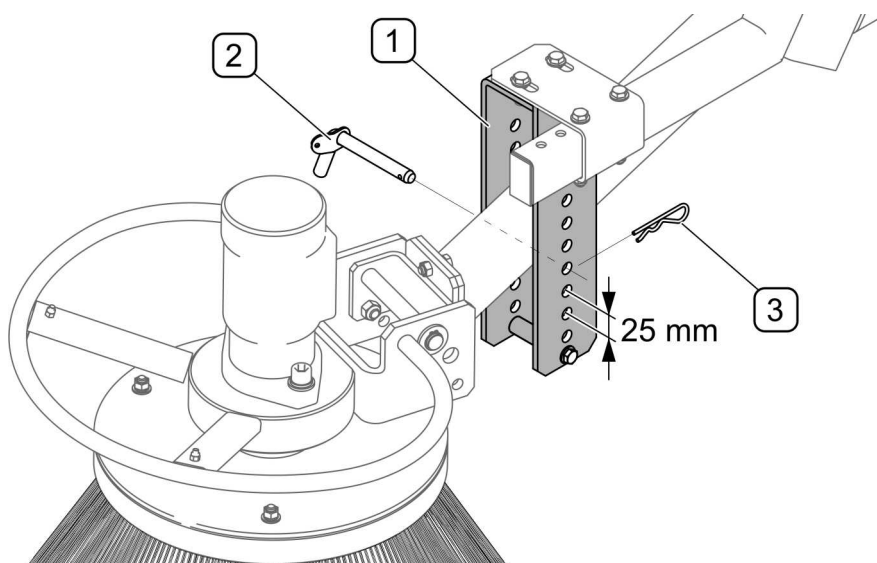

РИСУНОК 5.4 Регулювання тиску бокової щітки
(1) - напрямна плеча щітки (2) - шпилька (3) - стопорний штифт
Для регулювання тиску щітки (РИСУНОК 5.4) зніміть штифт (3) і замініть отвір для кріплення шпильки (2) у кронштейні (1) і закріпіть штифтом (3).